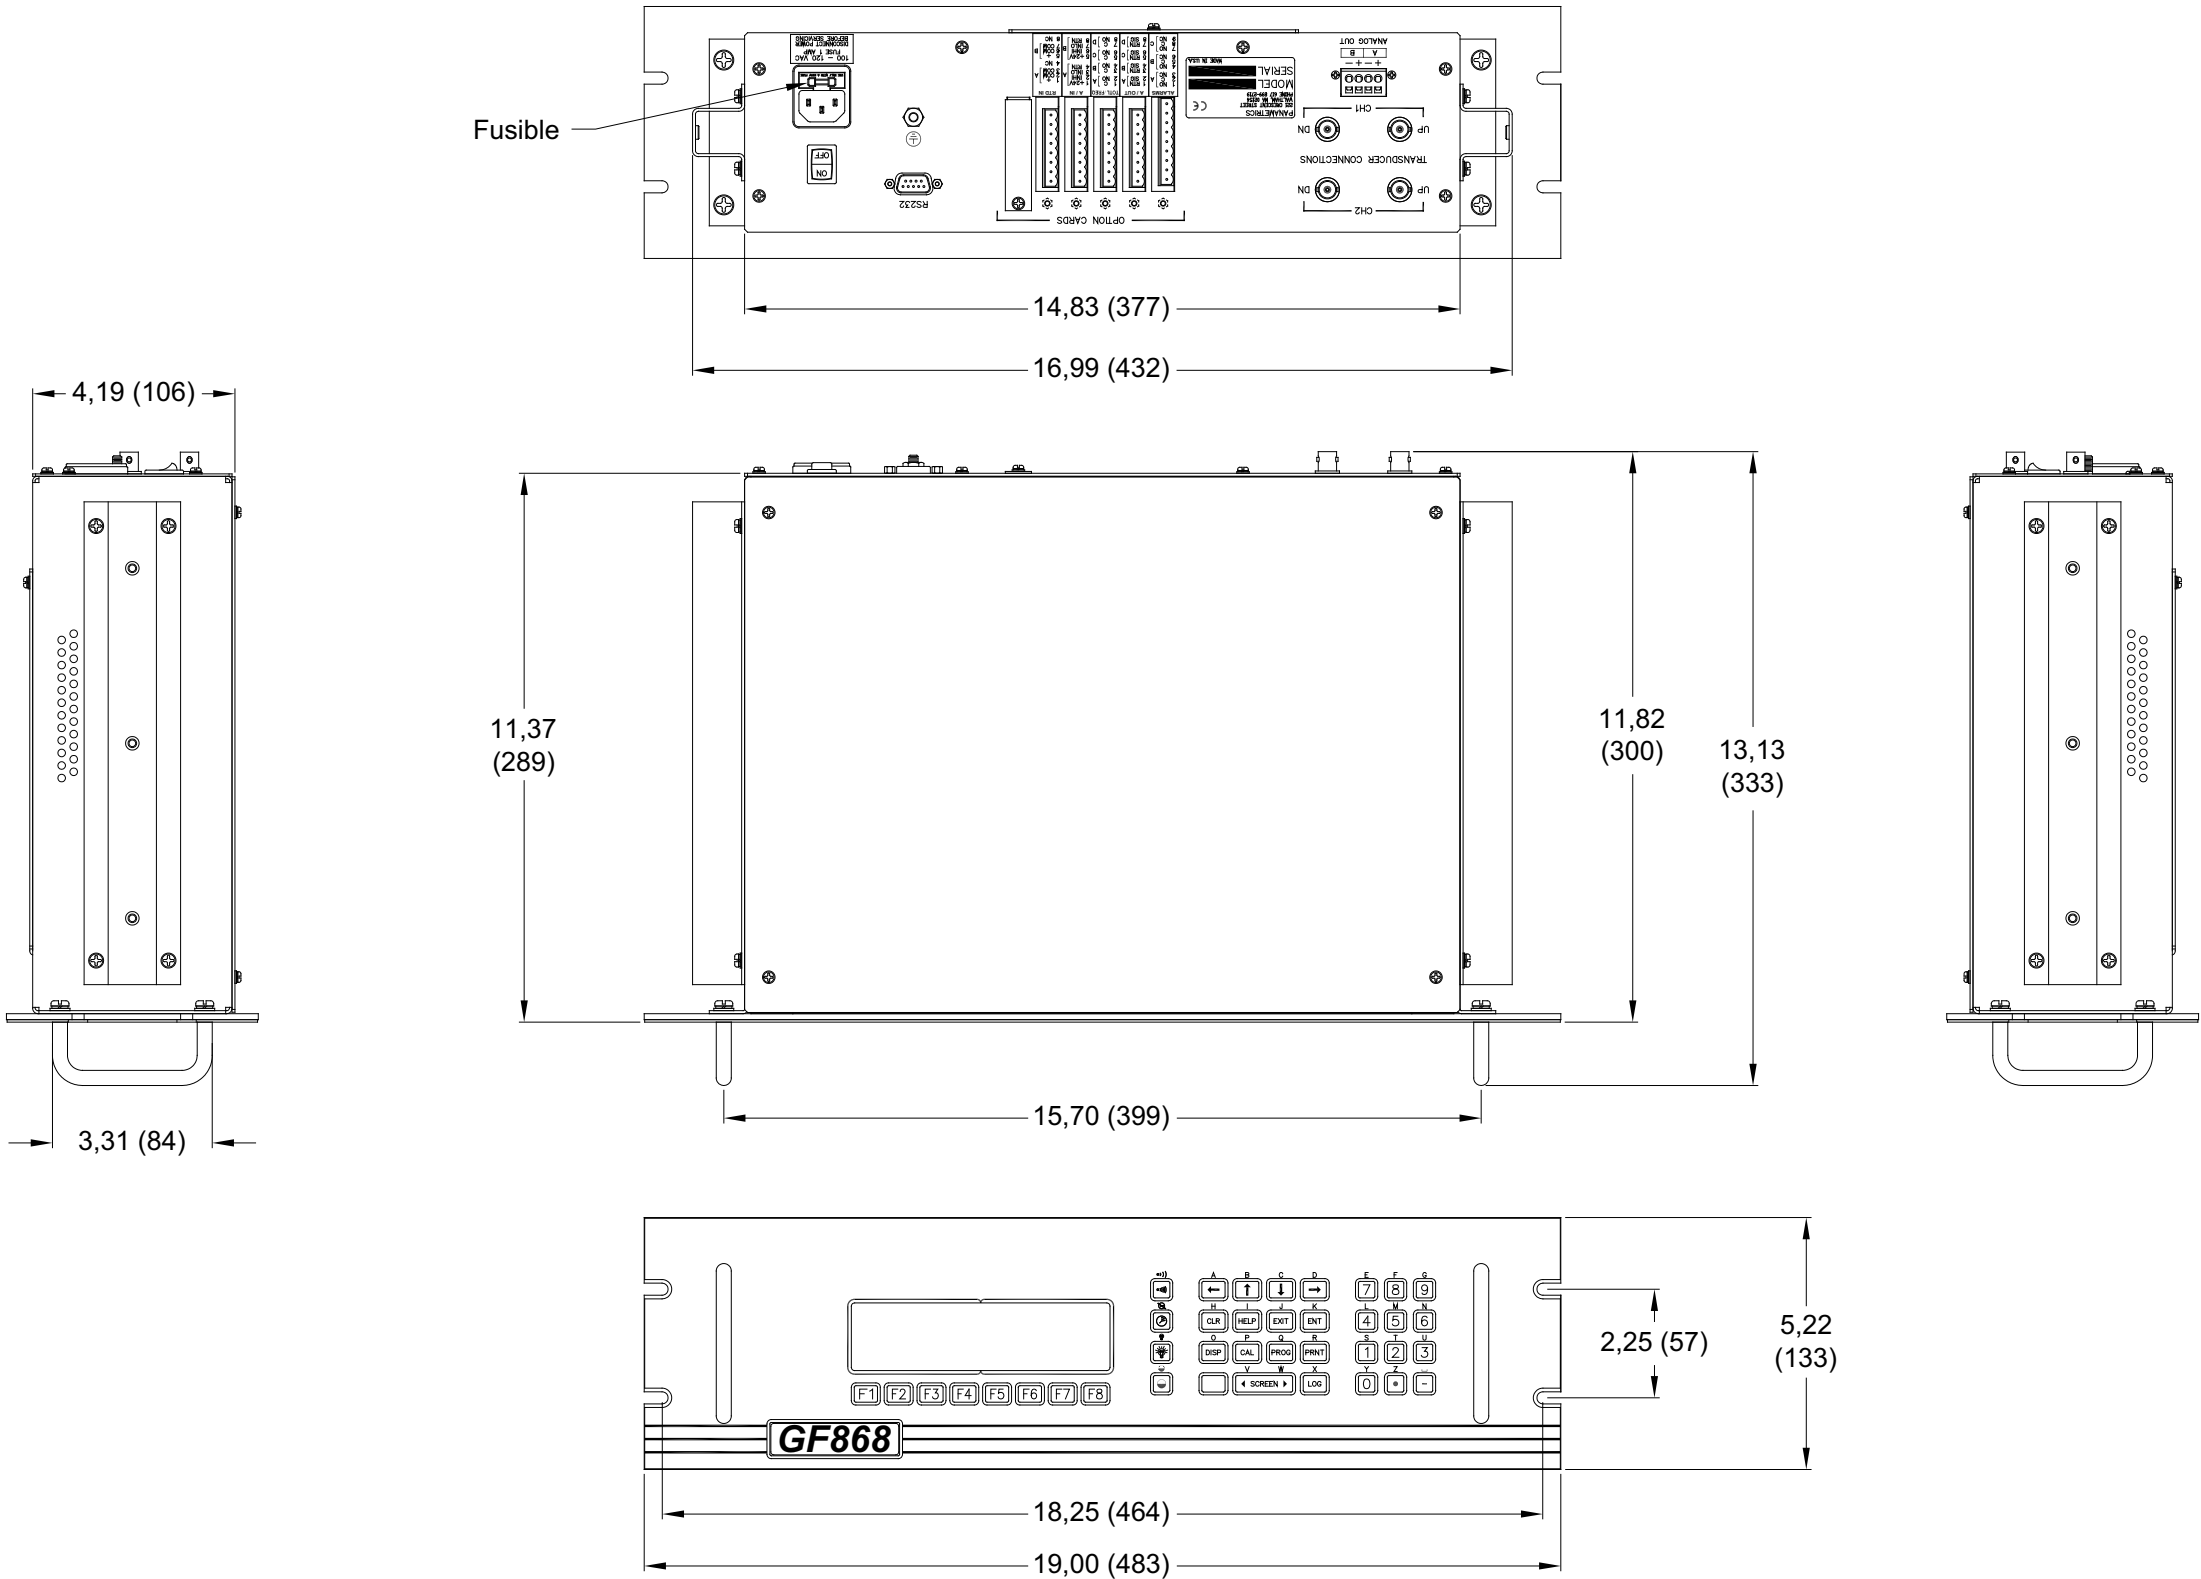
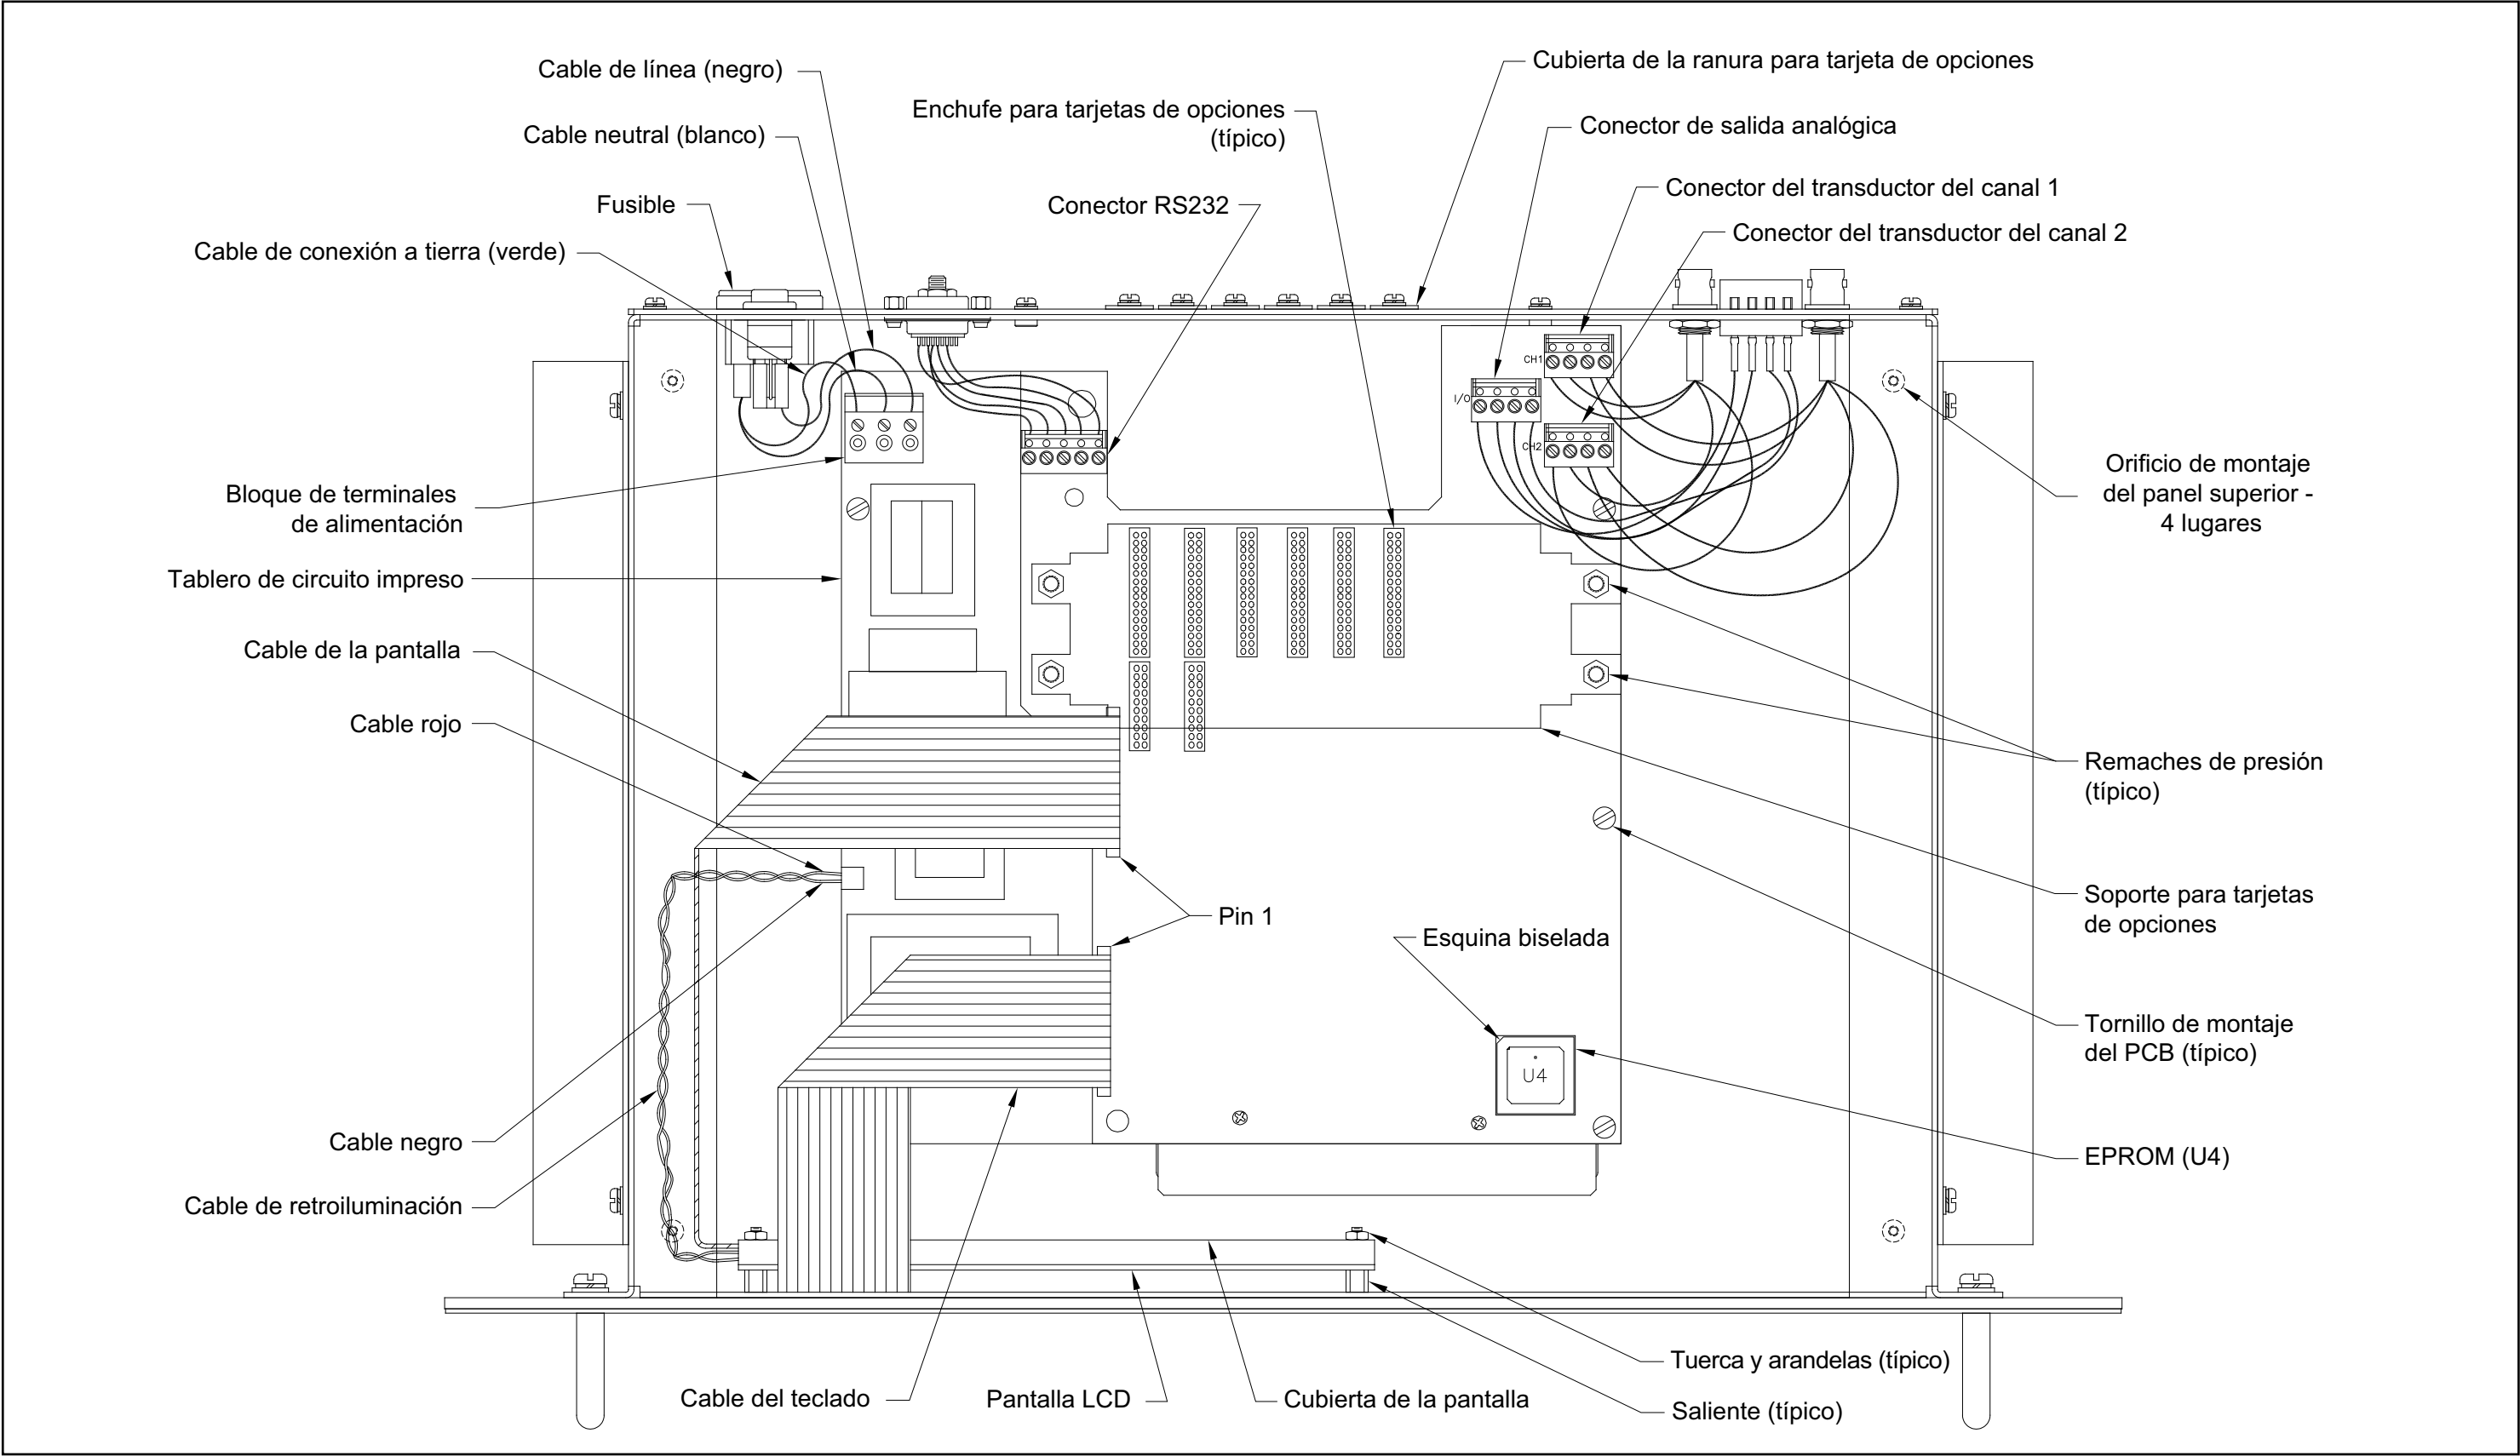

Figura 10: Modelo GF868 - Dimensiones del gabinete para el montaje en bastidor -(consulte el plano n.º 712-1076)
Figura 11: Modelo GF868 - Conjunto de la consola para el montaje en bastidor (consulte el plano n.º 705-849)
Consulte Figura 10 en la página 49 y Figura 11 en la página 50 para la ubicación de los componentes relevantes, mientras se completan los siguientes procedimientos. Si se puede acceder al panel superior del medidor, el mantenimiento se puede realizar sin retirar el medidor del bastidor. De lo contrario, desconecte todas las conexiones eléctricas del panel posterior y retire el medidor del bastidor antes de continuar.
Si se ha determinado que el fusible del modelo GF868 requiere reemplazo, consulte Figura 10 en la página 49 y Figura 11 en la página 50, y complete los pasos siguientes:
Consulte Figura 11 en la página 50 y complete los pasos siguientes:
Puede ser necesario reemplazar el EPROM para sustituir un chip defectuoso o para actualizar a una versión de software más reciente. Para reemplazar el EPROM, consulte Figura 11 en la página 50 y complete los pasos siguientes:
Para reemplazar la pantalla LCD, consulte Figura 11 en la página 50 y complete los pasos siguientes:
5. Instale los conectores de RS232, SALIDA ANALÓGICA y TRANSDUCTOR en el tablero de circuito impreso en las ubicaciones indicadas en Figura 11 en la página 50. Asegúrese de que los lados del pin n.º 1 marcados de los conectores queden orientados hacia el lado derecho (lado del teclado) del gabinete.